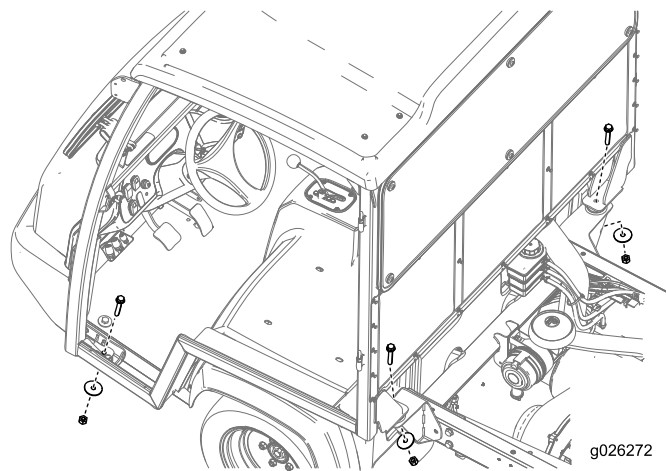

Figura 32
6. Sujete el chasis a la máquina con 4 pernos ($\frac{1}{2}$ "), 4 arandelas ($\frac{1}{2}$ ") y 4 tuercas ($\frac{1}{2}$ "), tal y como se muestra en la Figura 32.